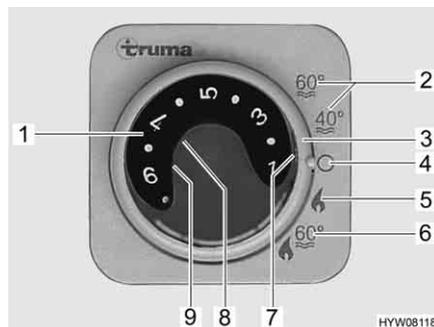
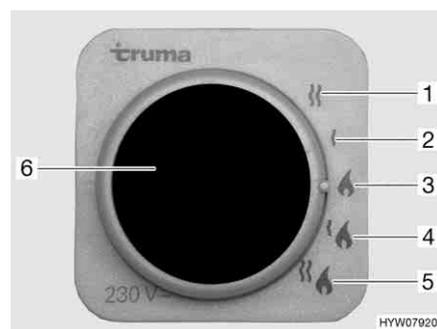

Fig. 158 Centralina di controllo per riscaldamento/boiler
Fig. 159 Selettore di energia per riscaldamento/boiler
- Impostare la modalità di funzionamento tramite l'interruttore girevole (Fig. 158,3).
A seconda della temperatura ambiente desiderata, il riscaldamento seleziona automaticamente il livello del bruciatore necessario. Al raggiungimento della temperatura ambiente desiderata, il bruciatore si spegne. Durante la modalità di funzionamento "Riscaldamento e boiler" (Fig. 158,6) è riscaldata anche l'acqua nel boiler. Nella modalità di funzionamento "Riscaldamento senza boiler" (Fig. 158,5) è possibile far funzionare il riscaldamento con il boiler vuoto.
- Impostare la manopola della temperatura (Fig. 158,1) sulla centralina di controllo scegliendo la potenza desiderata.
- Posizionare l'interruttore girevole (Fig. 158,3) su funzionamento invernale "Riscaldamento senza boiler" (Fig. 158,5) o "Riscaldamento e boiler" (Fig. 158,6).
Si accende la spia verde di controllo (Fig. 158,7).
- Posizionare l'interruttore girevole (Fig. 158,3) su "O" (Fig. 158,4).
- Funzionamento a gas (Fig. 159,3)
- Funzionamento elettrico a 230 V con gradi di potenza da 900 W (Fig. 159,2) oppure 1800 W (Fig. 159,1)
- Funzionamento a gas e funzionamento elettrico a 230 V (funzionamento misto) con gradi di potenza da 900 W (Fig. 159,4) oppure 1800 W (Fig. 159,5)
La combinazione funzionamento a gas e funzionamento elettrico a 230 V diminuisce il tempo di riscaldamento (è possibile solo se il riscaldamento viene impostato sulla centralina di controllo (Fig. 158) su funzionamento invernale). Se viene selezionato il funzionamento elettrico a 230 V, la spia gialla di controllo si accende (Fig. 159,6).